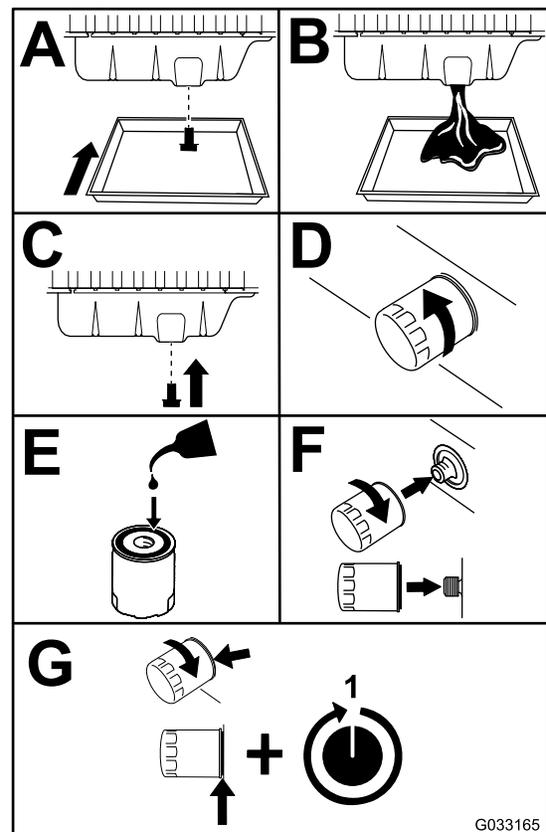

Bild 55
3. Tauschen Sie das Motoröl und den Motorölfilter aus (Bild 55).